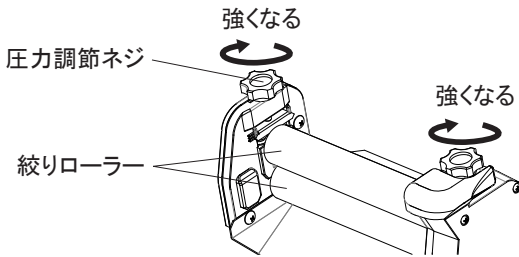

図22
1. 図22の左右の圧力調節ネジにより絞り具合の強弱が調節できます。右に回すと強く絞れ、左に回すと弱くなります。タオルの厚みに合わせて調節してください。